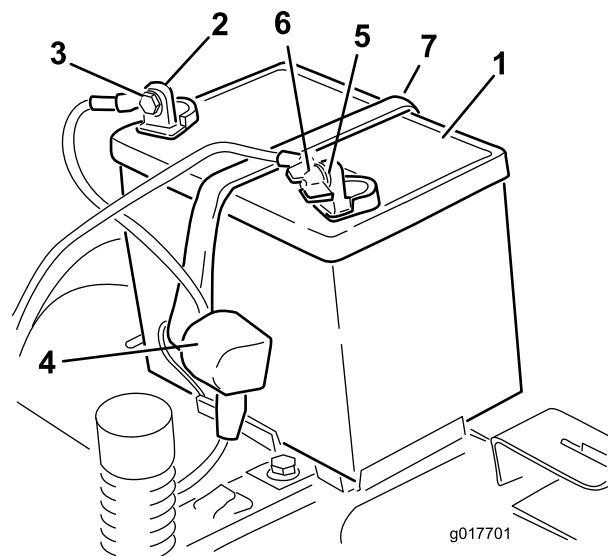

Figura 37
4. Desconecte el cable negativo de tierra (negro) del borne de la batería (Figura 37). Guarde todos los herrajes.
1. Coloque la batería en la bandeja (Figura 37).
5. Fije la batería con la correa de sujeción (Figura 37).